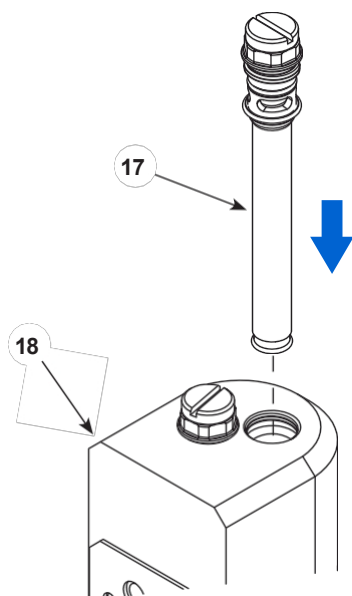

Figura 26 Fixați tuburile de fluidizare în colector
5. A se vedea figura 26. Introduceți tubul de fluidizare asamblat (17) în partea superioară a colectorului de purjare (18). Racordați tuburile la colectorul .